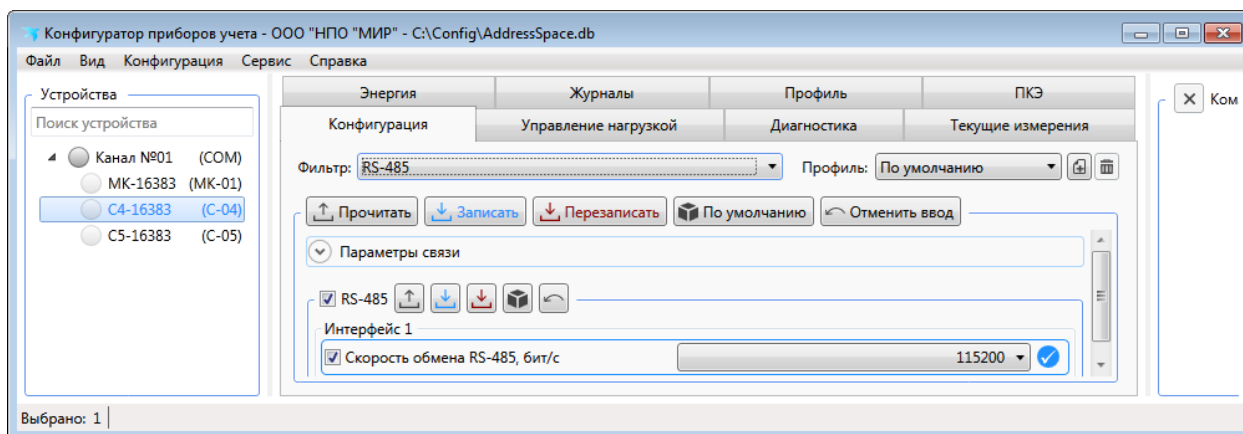

Рисунок 9.21 – Конфигурирование интерфейса RS-485
9.5.9.2 В поле *Скорость* выбрать значение скорости передачи данных (например, 115200 бит/с) и нажать кнопку  в поле *RS-485* для сохранения измененных значений (рисунок 9.21).